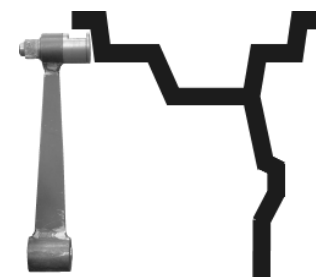

Рис. 17.2
17.3.4. Выдвинуть штангу установки геометрических параметров и подвести ее палец к внутренней поверхности закраины обода в место установки грузов, рис. 17.2. и нажать кнопку «С».